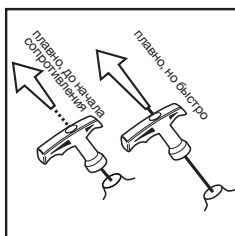

Рис. 19
5. Прижмите скобу включения зажигания и запустите двигатель плавно потяните рукоятку ручного стартера до начала сопротивления. После этого плавно, но быстро вытяните трос на полный взмах руки. При необходимости повторите попытку запуска. Двигатель запустится. После запуска плавно верните рукоятку стартера на место. Не бросайте рукоятку стартера, а аккуратно верните в исходное положение. (Рис. 19).